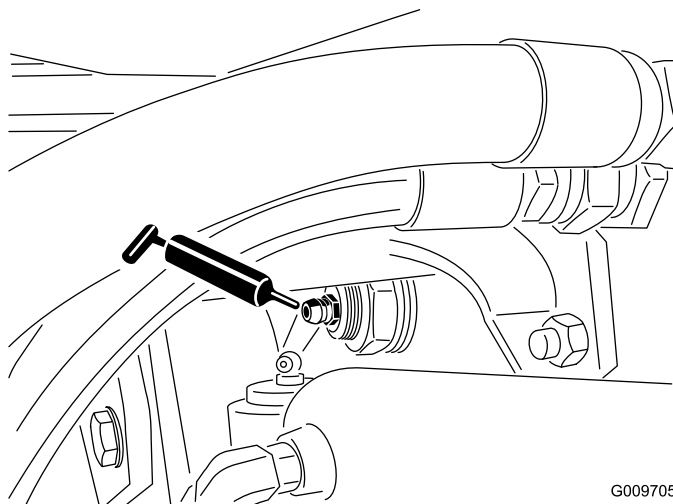

Figura 20
- Boccole orientabili (2) dell'assale posteriore (Figura 20)